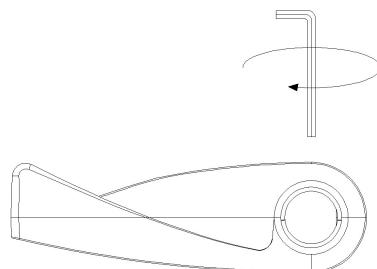

Fig. 7
6. Controleer of de thermostaat goed is aangebracht op het verwarmingselement (fig. 7). Verbind het aansluitsnoer van de thermostaat op de hoofdstroom, in overeenstemming met standaarden en voorschriften die gelden in het land waar de installatie is uitgevoerd.